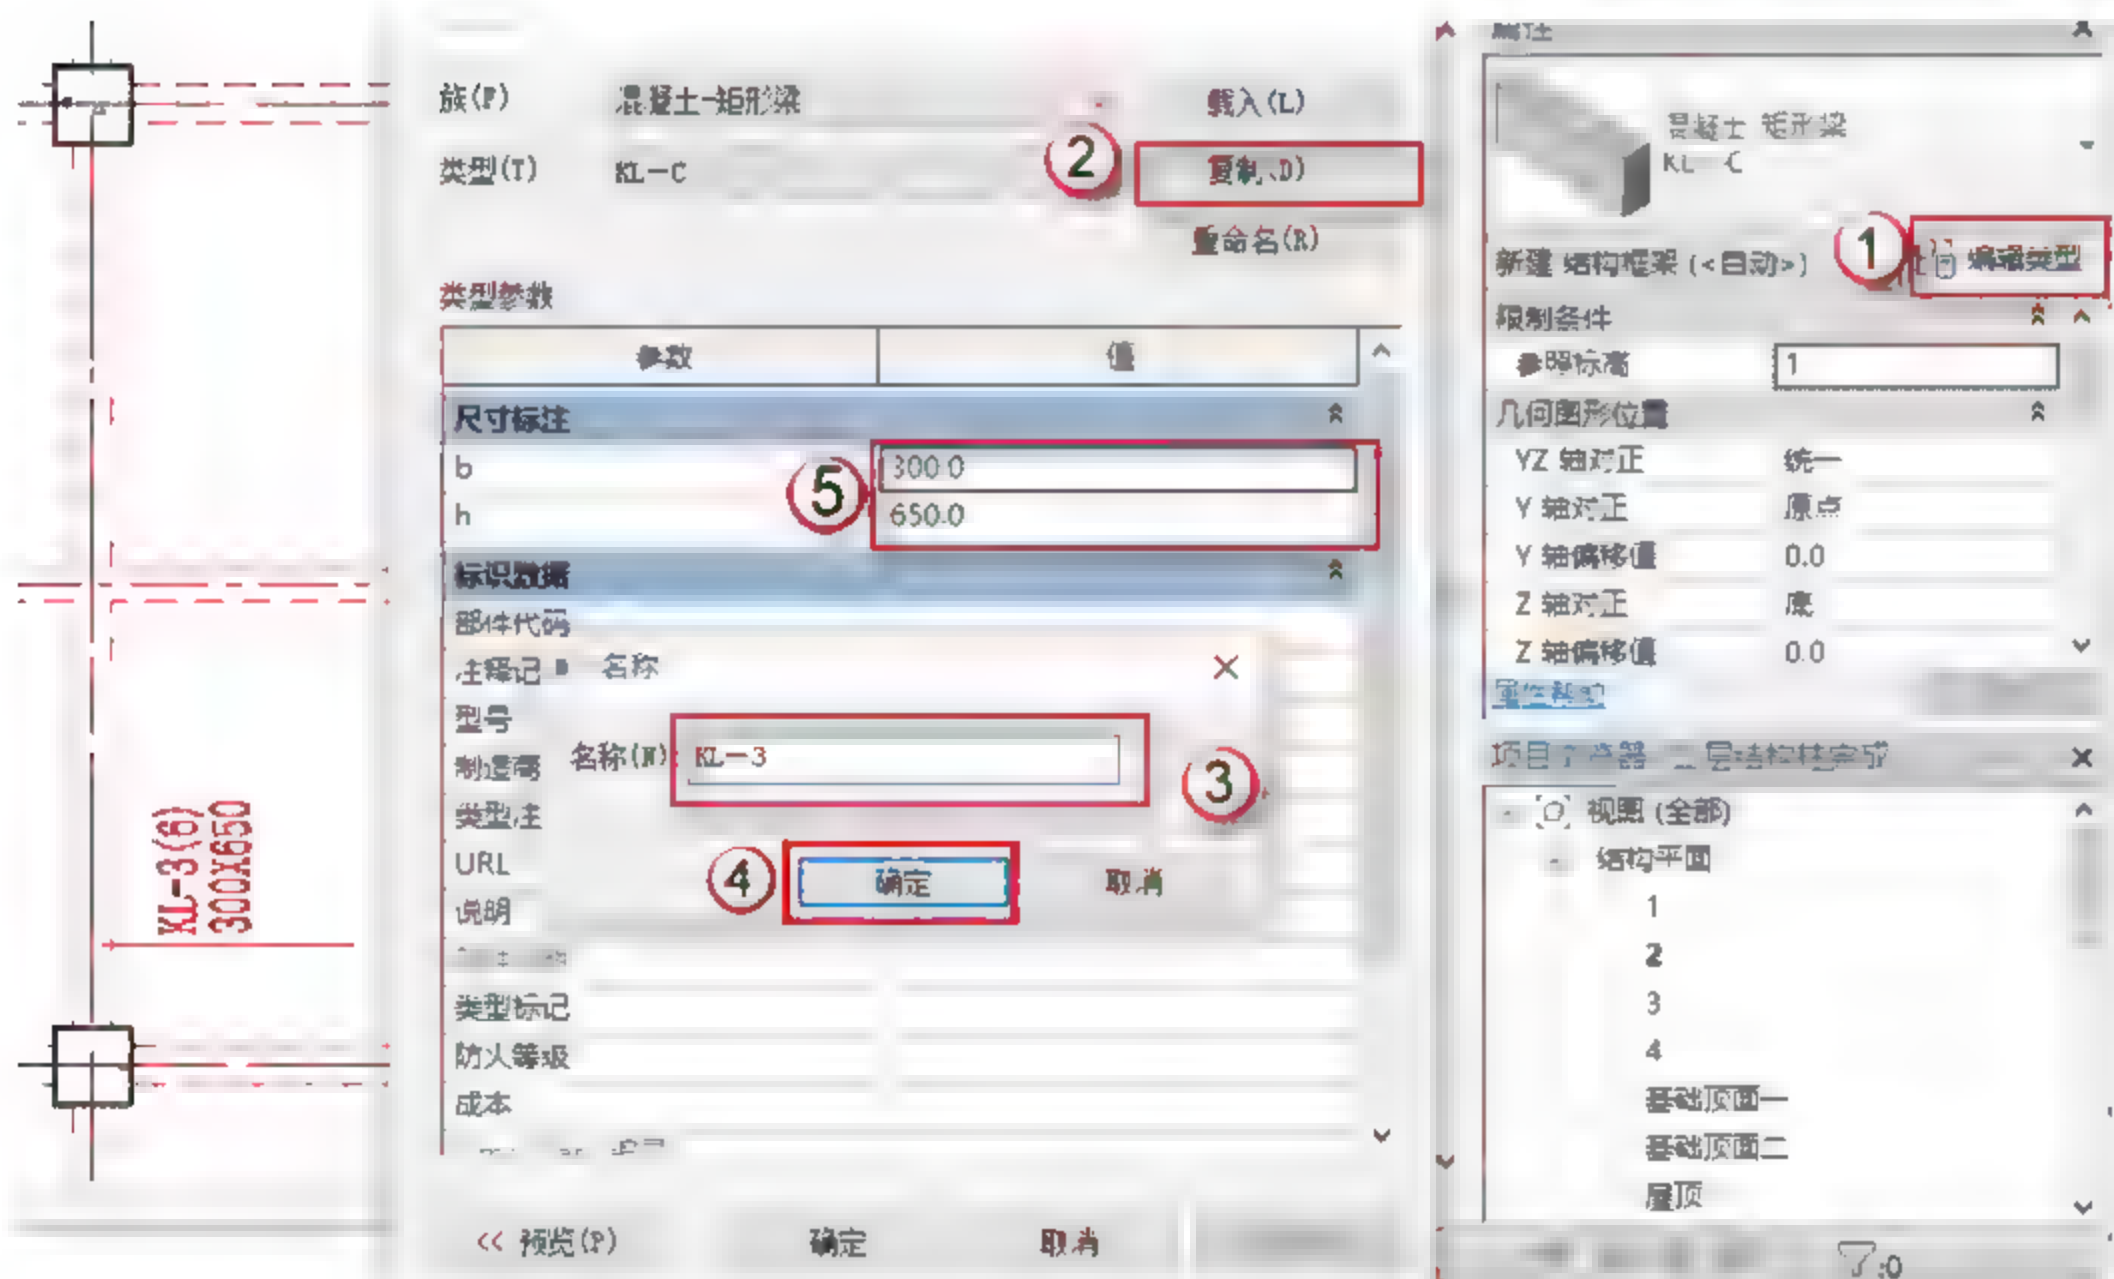

图 4.2.33 设置 KL-3 参数
(8) 设置矩形梁 KL-3 参数, 按快捷键 B+M, 出现绘制的界面, 单击“编辑类型”按钮, 在弹出的对话框中单击“复制”按钮, 再在弹出的对话框中命名新的族 KL-3, 单击“确定”按钮。在“尺寸标注”栏设置参数, 如图 4.2.33 所示。